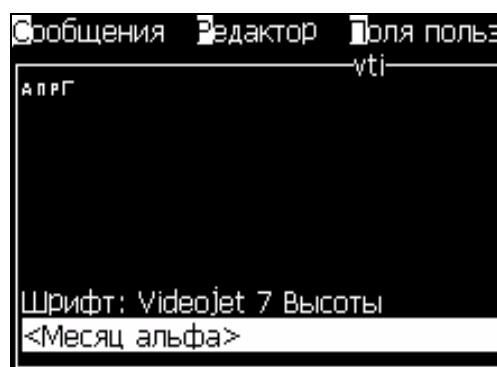

Рисунок 5-18: Пользовательское поле-"Alpha Month" (месяц альфа)
- 2 Выберите необходимое Вам пользовательское поле, и нажмите кнопку "Enter" (ввод). Например, поле "Alpha Month" (месяц альфа) отображено в Рисунок 5-18.